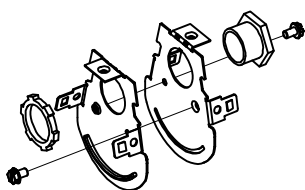

Figure 7: Réunion
- 2) Retirer rejoindre endcaps et retirer KOs . Fixer les embouts avec (2) vis de 4mm et (1) taille 16 chase mamelon pour créer l'assemblage menuisier comme le montre la Fig 7.